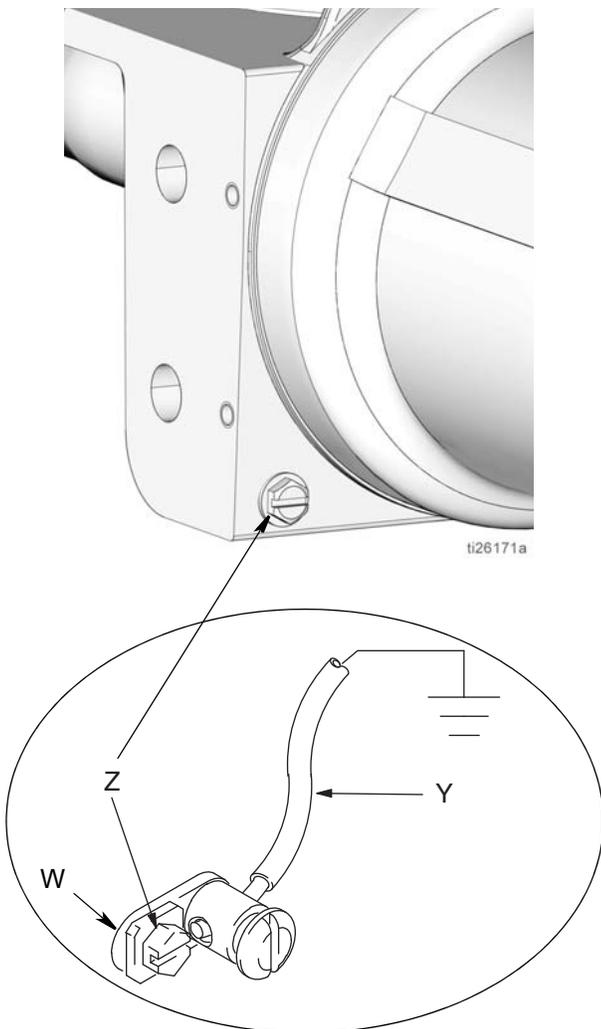

FIG. 2
Para conectar a tierra la bomba: Quite el tornillo de conexión a tierra (Z) que se encuentra en la parte de atrás de la base de la bomba e insértelo por el ojo del terminal del anillo (W) del extremo del cable de conexión a tierra (Y). Ajuste el tornillo de conexión a tierra (Z) en la bomba y apriételo firmemente. Conecte el otro extremo del cable de conexión de tierra a una tierra verdadera. Consulte la sección FIG. 2.